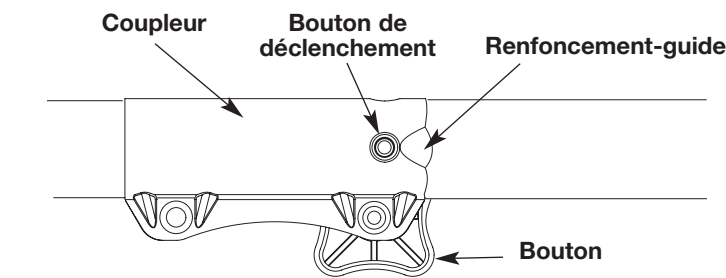

Fig. 3
REMARQUE : alignez le bouton de déclenchement avec le renforcement-guide pour faciliter l'installation (fig. 3).
4. Serrez le bouton en le tournant à droite (fig. 3).
2. Appuyez sur le bouton de déclenchement et maintenez-le enfoncé (fig. 3).